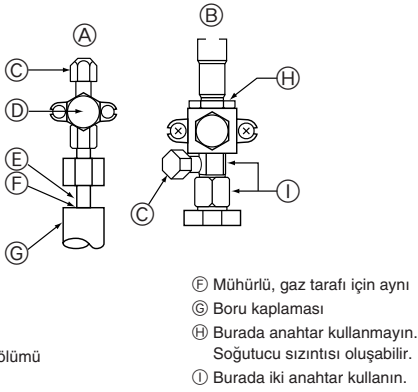

Fig. 4-5
4.4. Soğutucu borusu hava sızdırmazlığı test yöntemi (Fig. 4-5)
- (A) (B) kapama vanalarının kapalı olduğundan emin olun ve açmayın.
- Kesme vanasının (A) ve kesme vanasının (B) servis deliği (C) vasıtasıyla soğutucu hatlarına basınç uygulayın.
- Basınç (2) ve (3) adımda düşerse, gaz kaçağı var demektir. Gaz kaçağının kaynağını araştırın.